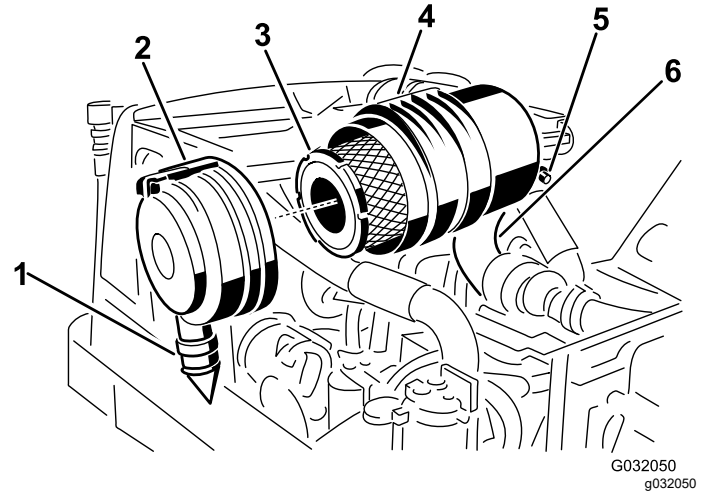

图 47
2. 拆下主滤芯图 47。
3. 更换主滤清器图 47。
7. 安装盖子时将橡胶排气阀位置朝下——即从末端看介于5点钟至7点钟位置之间并用门锁固定图 47。